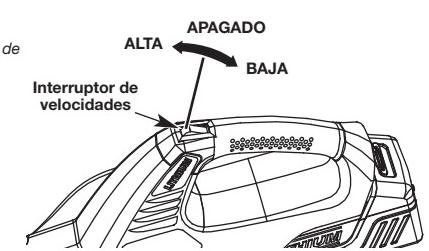

Fig. 3
- Lleve el interruptor a la posición ALTA o BAJA (Fig. 3).
- Lleve el interruptor a la posición APAGADO (Fig. 3).